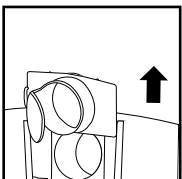

FIGURA 32
46. Quite el deflector de la guía retenedora. **FIGURA 32.**